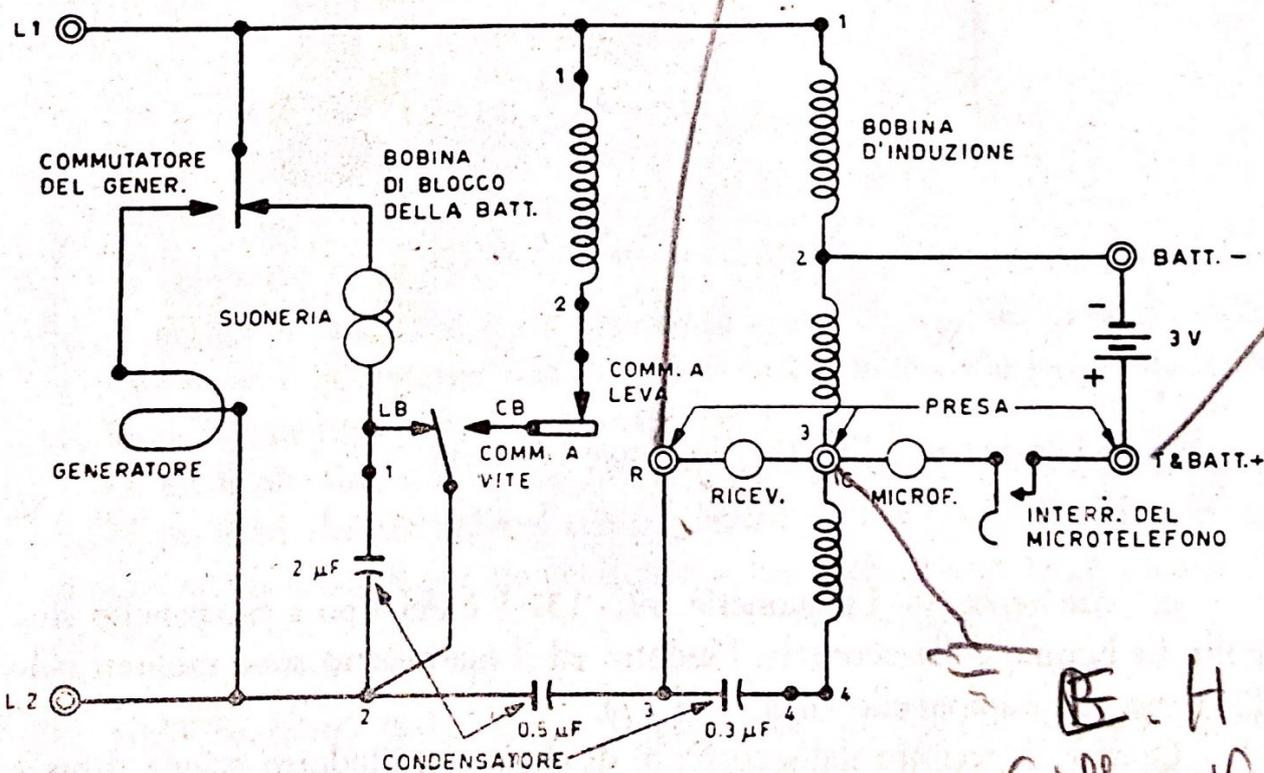

Fig. 22 - Schema dimostrativo del telefono EE-8-B-I.
e. *Bobina d'induzione.* — La bobina d'induzione C-105-I è un auto-trasformatore con un avvolgimento continuo provvisto di prese terminali 2 e 3 in modo da formare la sezione 1-2, la sezione 2-3 e la sezione 3-4 (schema fig. 22).
- 3) schema dimostrativo completo (fig. 22);